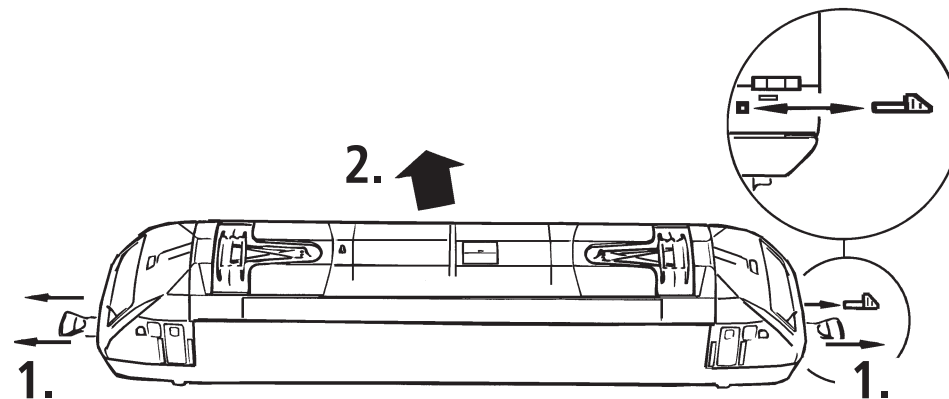

Fig. 5
2. Lubrication: Apply **tiny oil drops** to spots marked in fig. 5. Prior to lubrication dismantle locomotive (fig. 4). We recommend using item no. **10906, ROCO oiler**. For lubrication the gearparts (e.g. cogwheels, worm) we should recommend our ROCO **special grease** (item no. **10905**).
2. Graissage: N'appliquez **qu'une toute petite goutte** aux endroits indiqués par le plan de graissage (fig. 5) après avoir démonté la caisse de la locomotive (fig. 4). Nous vous recommandons le **graisseur à huile ROCO réf. 10906**. Pour graisser les engrenages (roues dentées, vis sans fin) nous vous conseillons la **graisse spéciale ROCO réf. 10905** pour engrenages en matières synthétiques. Lorsque vous utilisez cette graisse il faut éviter d'huiler ces composants.